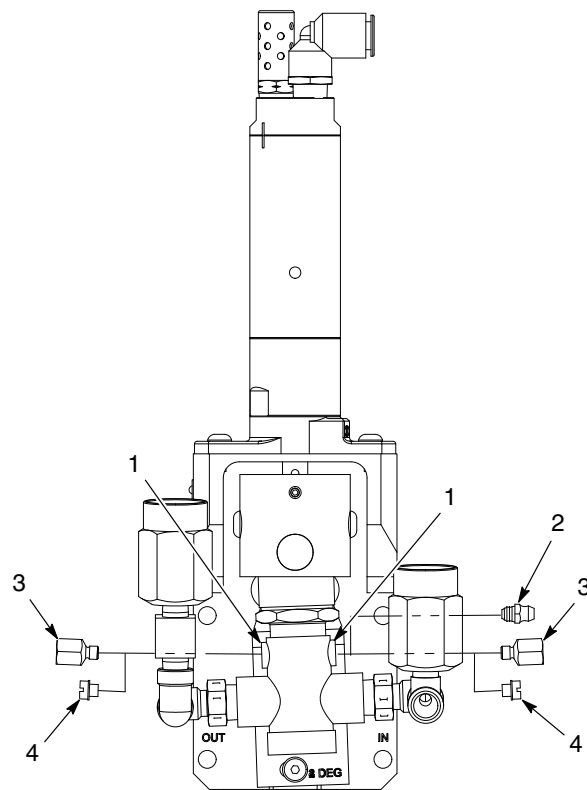

Abb. 1 PDMP Pumpe
1. Siehe Abb. 1. Sofern installiert, die Lösungsmittelanschlüsse (3) aus den Öffnungen (1) der Spülbuchse nehmen.
2. Den Fettanschluss (2) wie gezeigt in einer der Öffnungen (1) der Spülbuchse installieren.
3. Ein mit dem Primer kompatibles Fett in die Spülbuchse pressen, bis eine kleine Menge Fett aus der anderen Öffnung (1) der Spülbuchse austritt.
4. Den Fettanschluss (2) abnehmen. Öffnungen (1) der Spülbuchse abwischen. Sicherstellen, dass das Fett mit den Öffnungen der Spülbuchse bündig ist.
5. Die Messingstopfen (4) installieren und gut festziehen. Restliches Fett abwischen.